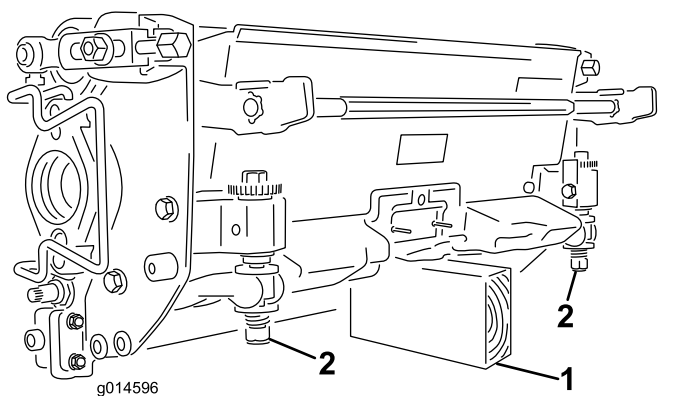

Рисунок 60
**Внимание:** Если необходимо наклонить режущий блок, подложите опору под заднюю часть режущего блока, чтобы гайки регулировочных винтов неподвижного ножа не упирались в рабочую поверхность (Рисунок 60).